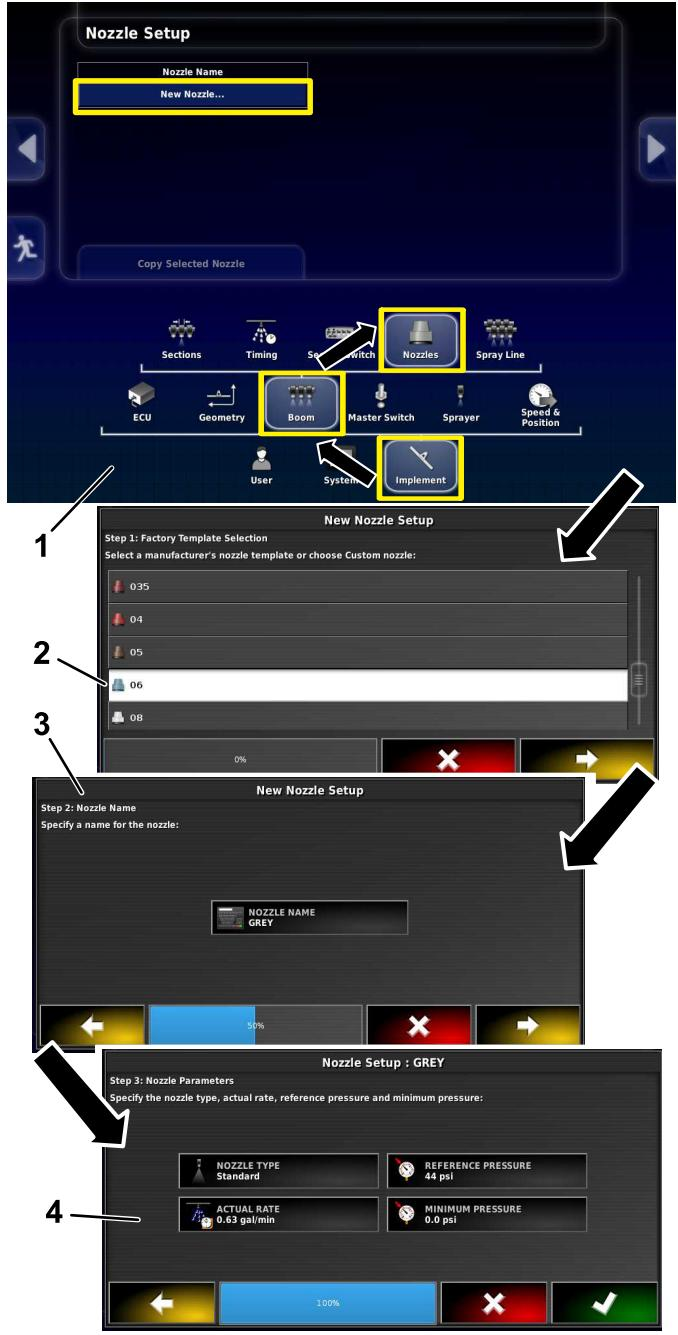

図 6
2. 機材implement、ブームboom、ノズルnozzlesアイコンを選択図6。
3. 画面上部の新ノズルnew nozzlesアイコンを選択する図6。
4. サイズと色でノズルを選択図6。
5. ノズル名 NOZZLE NAME アイコンを押す 図 6。